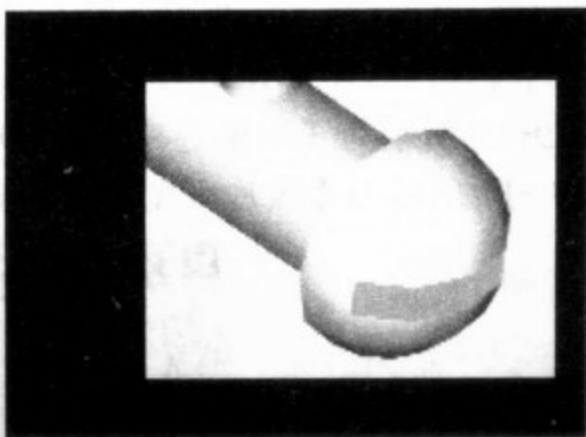

图 9-13 修剪窗口
- (2) 修剪窗口。渲染窗口内位于指定范围内的对象或图形，如图 9-13 所示。启用该功能，命令行在渲染之前提示：
修剪掉不渲染，如图 9-13 所示。